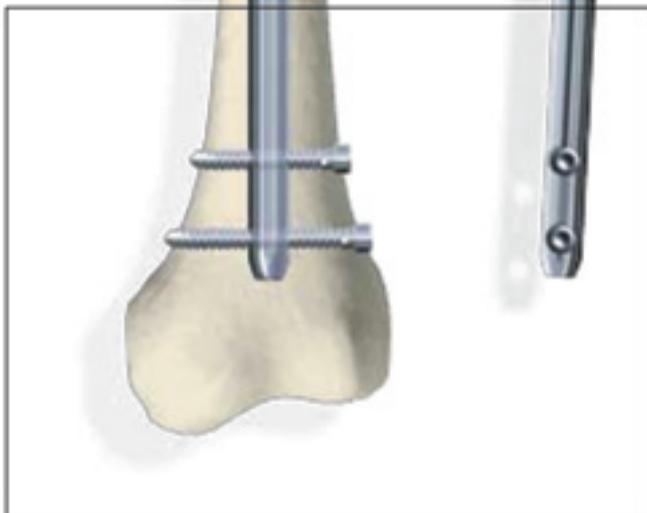

Fig. 42
Pour la dynamisation antérograde, insérer deux vis de verrouillage distal M/L entièrement filetées en mode statique (technique guidée ou «à mains libres») (Fig. 42).
**Note :** Insérer impérativement au moins deux vis de verrouillage distal entièrement filetées avant d'appliquer l'apposition/compression contrôlée active au foyer de fracture (voir page 22, Fig. 42).